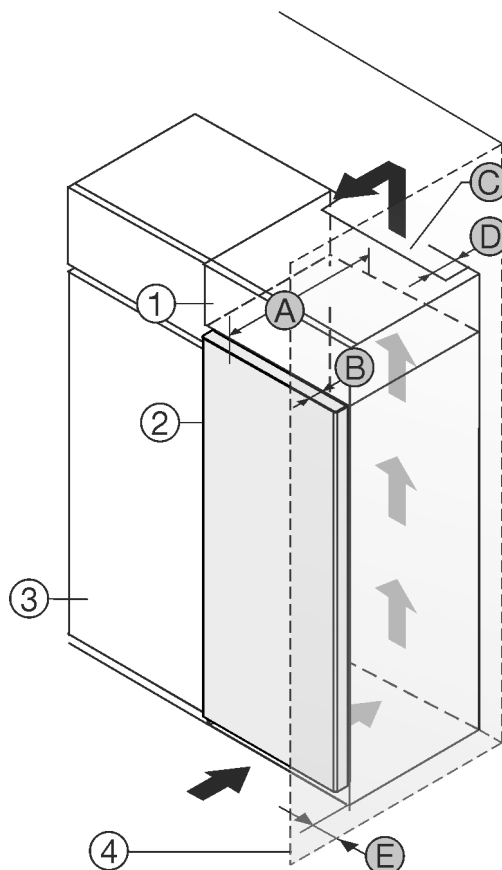

Fig. 1
- (1) Nástavná skříňka
- (2) Příklad
- (3) Kuchyňská skříň
- (4) Stěna
- (A) Hloubka přístroje
- (B) Hloubka dvířek
- (C) Ventilační průřez
- (D) Vzdálenost zadní strany přístroje
- (E) Vzdálenost k zadní straně přístroje
Můžete přístroj nainstalovat přímo vedle kuchyňské skřínky Fig. 1 (3).
Na zadní straně nástavné skřínky musí být větrací šachta hluboká Fig. 1 (D) přes celou šířku nástavné skřínky.
Pod stropem místnosti musí být dodržen ventilační průřez Fig. 1 (C).
Když přístroj instalujete závěsy vedle stěny Fig. 1 (4), musí být vzdálenost mezi přístrojem a stěnou minimálně 13 mm.
Když přístroj instalujete závěsy vedle stěny Fig. 1 (4), musí být vzdálenost mezi přístrojem a stěnou minimálně 20 mm.
Aby bylo možné dvířka plně otevřít, musí přístroj přesahovat o hloubku dvířek Fig. 1 (B) vůči přední linii kuchyňské skřínky. V závislosti na hloubce kuchyňských skříněk Fig. 1 (3) a použití vymezovačů odstup od stěny může přístroj vyčnívat dále.